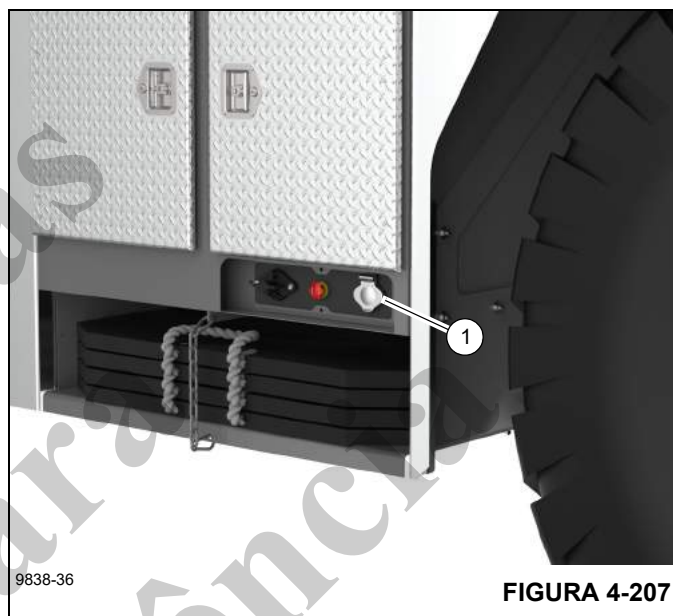

FIGURA 4-207
12. Coloque a Chave de desconexão da bateria (1, Figura 4-207) na posição OFF (Desligado) se a máquina for permanecer inativa por mais de 24 horas.